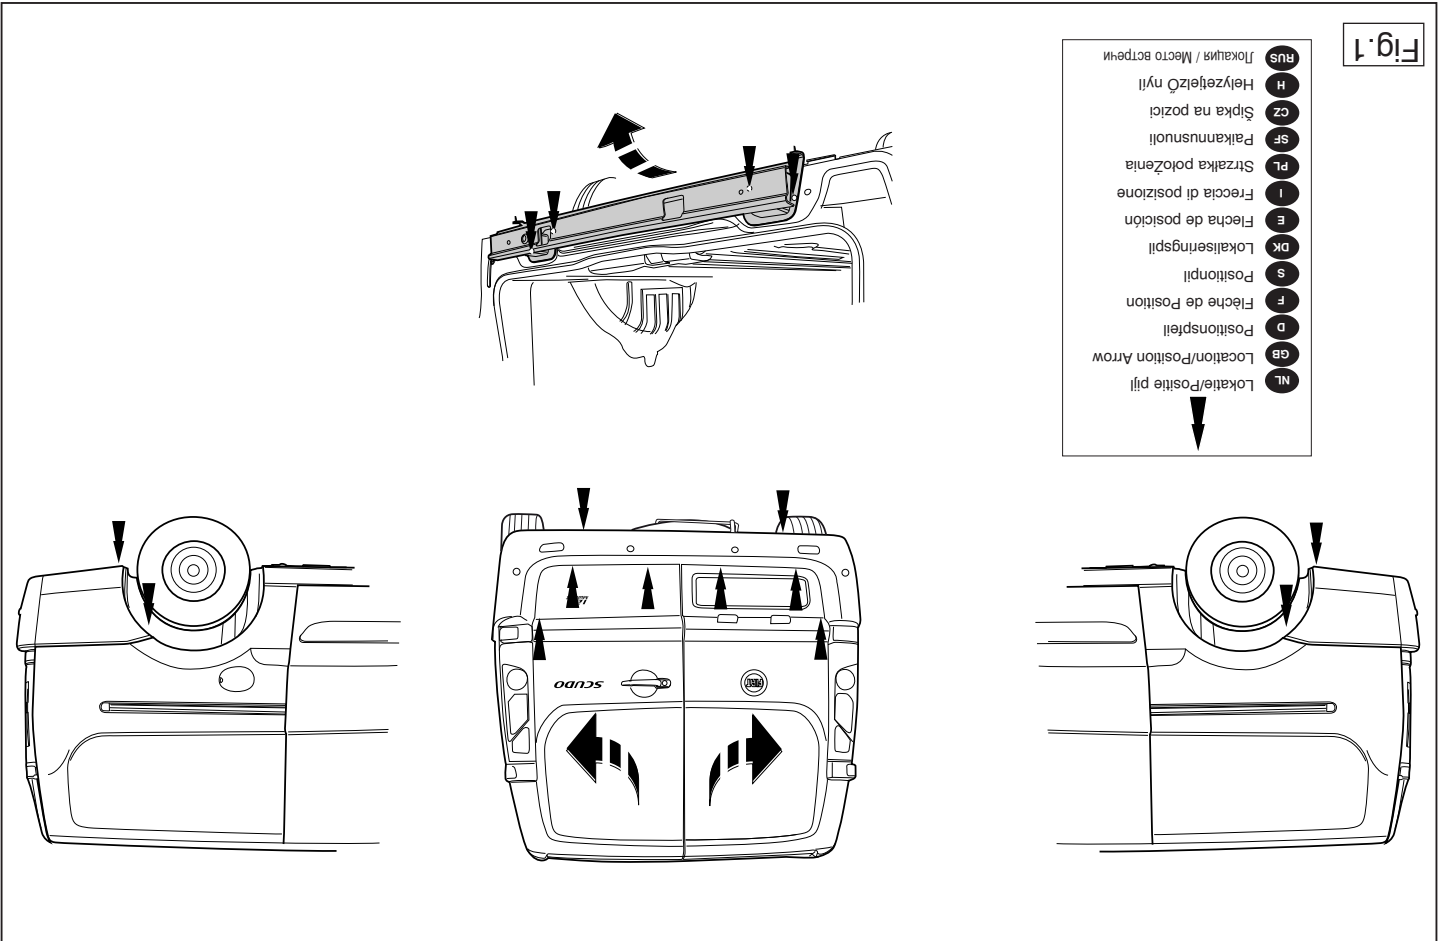

Fig. 1
2. Remove the bumper and the steel buffer beam from the vehicle. See figure 1.
2. Die Stobstange einschließlich des stählernen Stobballkens vom Fahrzeug abmontieren. Siehe Abbildung 1.
la figure 1.
2. Снять бампер вместе со стальным буферным брусом автомобиля. См. рисунок 1.